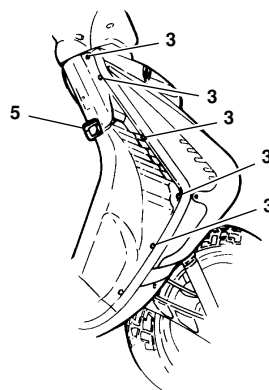

Fig. 17
- Desenroscar el tornillo (3 - Fig. 17) seis al lado derecho y seis al lado izquierdo (uno esta posicionado debajo del soporte (1 - Fig. 12).
- Desenroscar los tornillos (3 - Fig. 17) seis al lado derecho y seis al lado izquierdo.
- Sacar el gancho portabolsa (5 - Fig. 17) desenroscando los tornillos de fijación.
- Dévisser les vis (3 - Fig. 17) 6 sur le côté droit et 6 sur le côté gauche (une est positionnée sous la plaque 1 - Fig. 11/page 17).
- Dévisser les vis (3 - Fig. 17) 6 sur le côté droit et 6 sur le côté gauche.